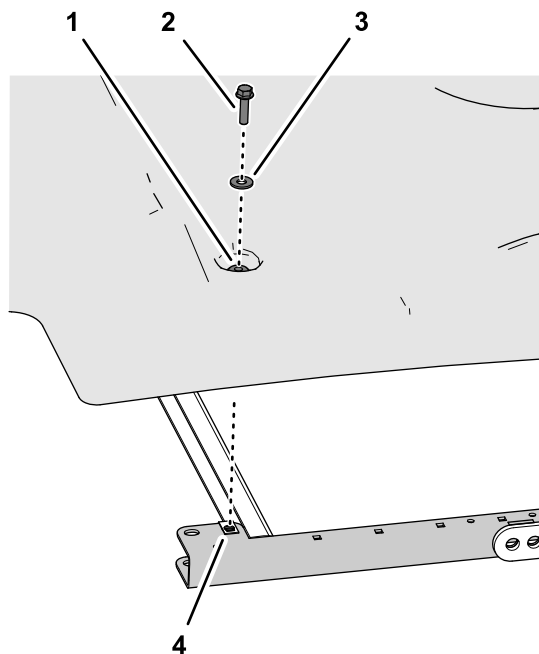
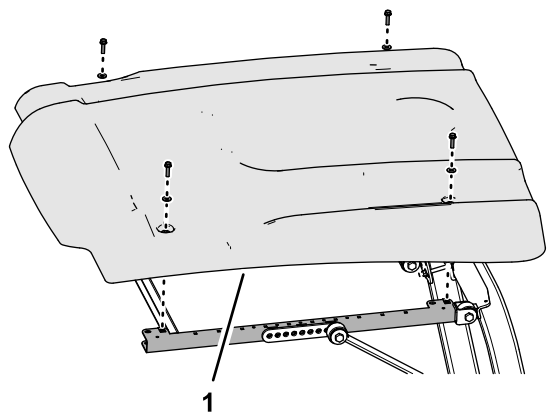

図 2
図 1
1. サンシェードをサイドフレームチャンネルに固定しているフランジヘッドボルト5/16 x 1¼" 4本とワッシャ5/16"4枚を取り外す 図 1と図 2。